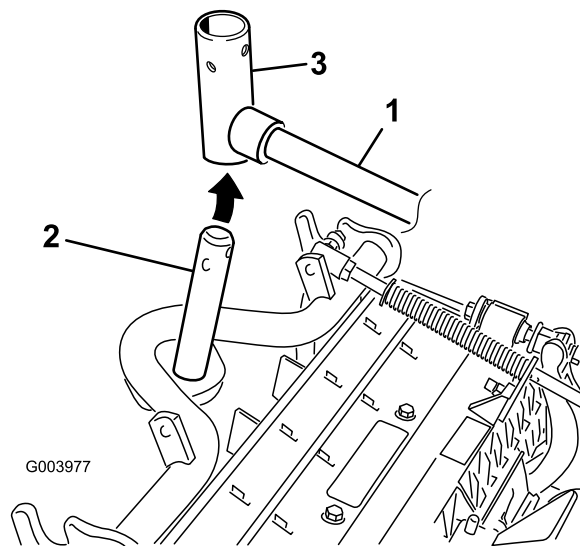

図 11
8. フロントに取り付けるカッティングユニットは、昇降アームの下に入れるときにキャリアフレームのシャフトを立てて昇降アームのピボットヨークに挿入する 図 11。
- B. 昇降アームのヨークをキャリアフレームのシャフトに通す 図 11。